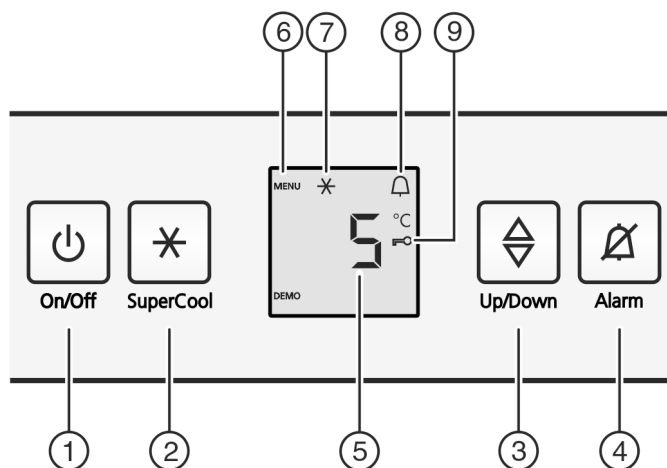

Fig. 2
- ▶ Нажать кнопку On/Off Fig. 2 (1).
- ▶ Нажмите кнопку «SuperCool» Fig. 2 (2) и удерживайте ее прим. 5 секунд.
- ▷ На индикаторе будет отображаться символ «Меню» Fig. 2 (6).
- ▶ Для подтверждения нажать и отпустить кнопку «SuperCool» Fig. 2 (2).
- ▷ На индикаторе горит символ «Защита от детей» Fig. 2 (9).
- ▶ Нажать и отпустить кнопку «On/Off» Fig. 2 (1).
- ▶ Нажмите кнопку Alarm Fig. 2 (4).
- ▶ Активация модуля регулировки температуры: нажмите кнопку настройки Fig. 2 (3).
- ▶ Температуру меняйте ступенями по 1 °С: нажимайте кнопку настройки Fig. 2 (3) до тех пор, пока на индикаторе температуры не будет высвечена требуемая температура.